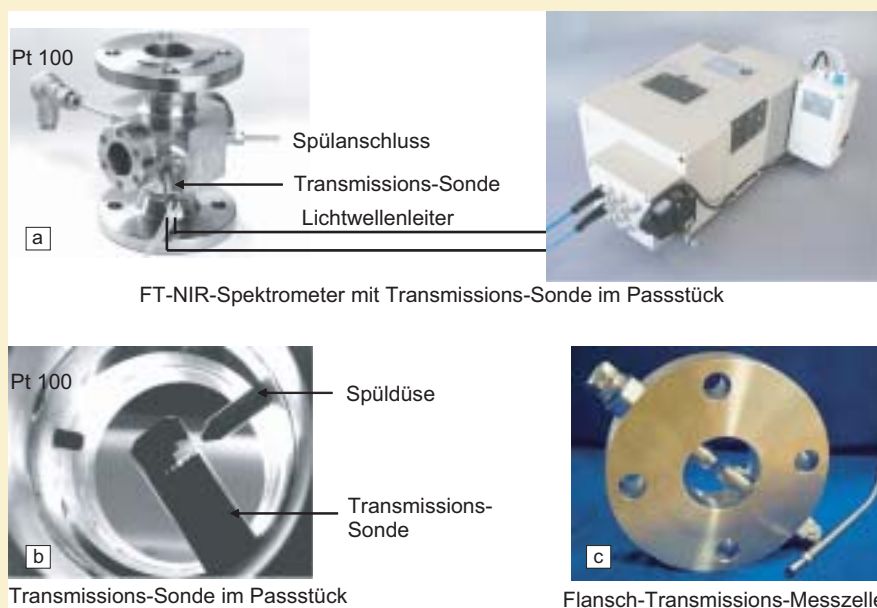

Bild 1: FT-NIR-Spektrometer mit über Lichtwellenleiter angeschlossener Transmissions-Sonde im Passstück und Flansch-Transmissions-Messzelle.
Transmission-Spektrometer für den nahen infraroten (NIR) Spektralbereich (Wellenlängenbereich: $\lambda = 800 \text{ nm}$ bis 2500 nm) werden praktisch ausschließlich für die Flüssigkeitsanalyse eingesetzt, wobei die optischen Sonden direkt in den Prozess eingebracht und über Lichtwellenleiter mit dem Spektrometer verbunden werden, siehe Bild 1.
- Das komplette Spektrometer mit Strahler und Detektor befindet sich getrennt vom eigentlichen Messort. An der Messstelle ist ähnlich wie bei der Transmissions-Spektroskopie, vgl. Bild 1, eine Sonde installiert, wobei spezielle Reflexionssonden verwendet werden, siehe Bild 3a. Die optische Verbindung zwischen Spektrometer und Refle-